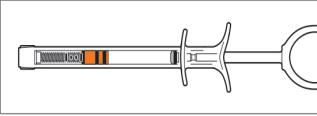

Figura 3. Émbolo en el primer clic
- h. Sumerja el extremo libre de la línea de extensión en la solución salina estéril. Lentamente, vuelva a llevar el émbolo a la **posición del primer clic** (figura 3) para llenar la jeringa.